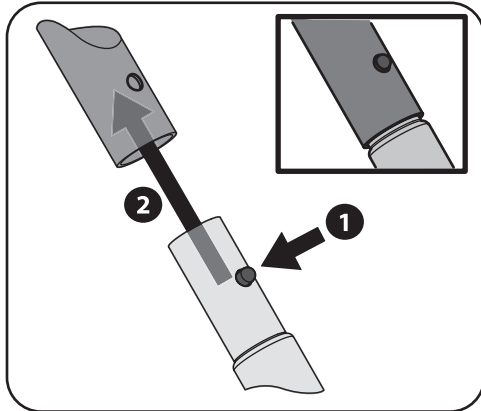

Figura 4-1
1. Presione hacia abajo el botón de clip del resorte y deslícelo hacia arriba y fuera de la pieza de conexión. Consulte la Figura 4-1.